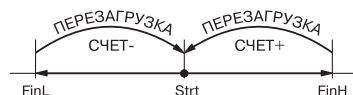

Рис. 7
3.1.2.2. Параметры **FinL** и **FinH** задают нижнюю и верхнюю границы счета, при достижении которых происходит автоматическая перезагрузка счетчика числом, записанным в параметре **Strt** (рис. 7).